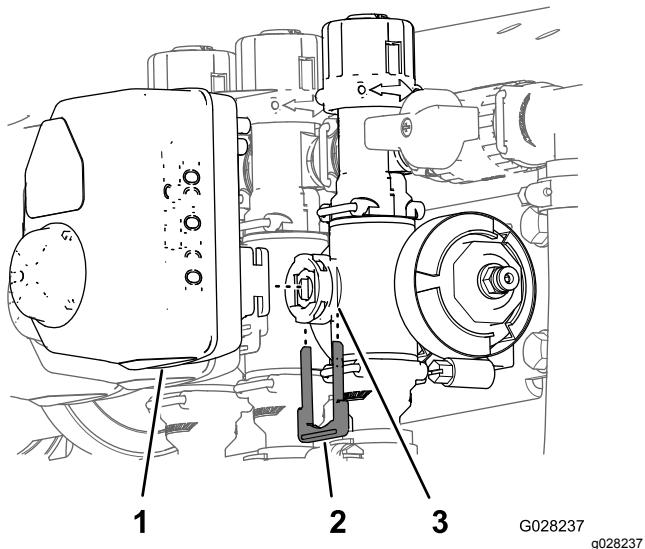

Figure 109
3. Retirez l'étrier qui fixe l'actionneur à la valve du collecteur pour le régulateur de débit, la vanne d'agitation, la vanne maîtresse des rampes ou la vanne de section de rampe (Figure 109).